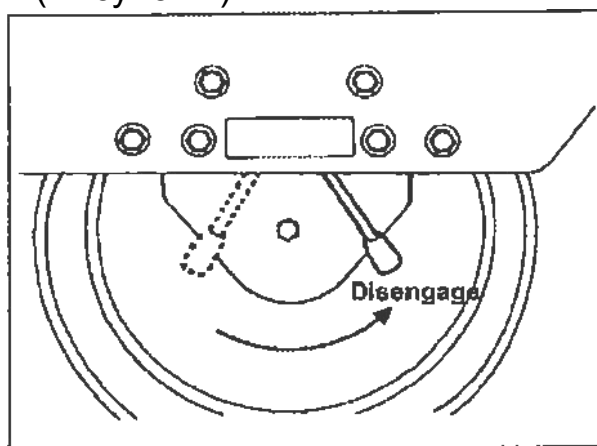

Рисунок 1
7. Переведите рычаг стояночного тормоза вправо, чтобы его разблокировать. (Рисунок 1)